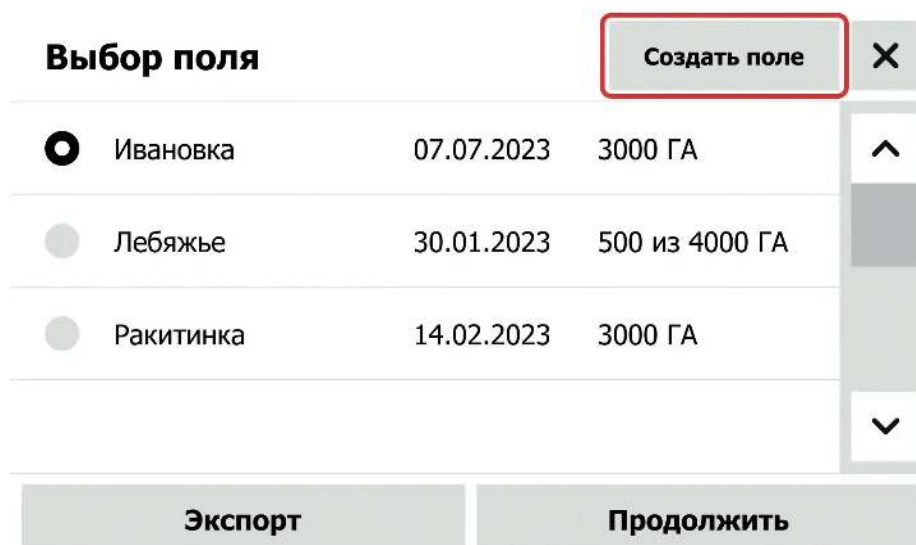

Рисунок 58. Кнопка «Создать поле»
1.2. Нажмите на кнопку «Создать поле» (см. Рисунок 58).